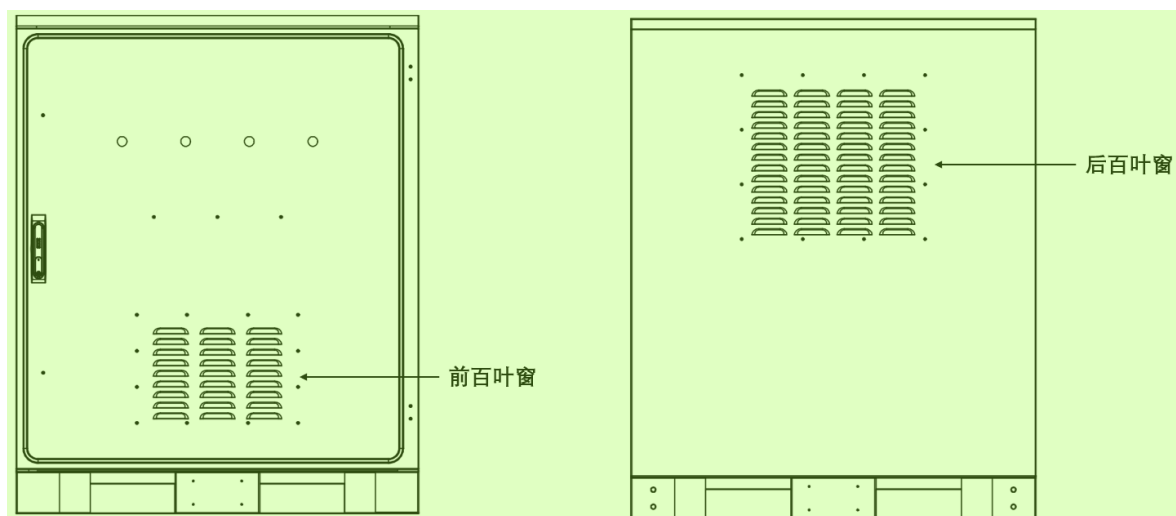

图 6-1 百叶窗位置示意图 8
- 3、汇流柜前后有百叶窗需要定期清洁。百叶窗位置如图 6-1 所示。